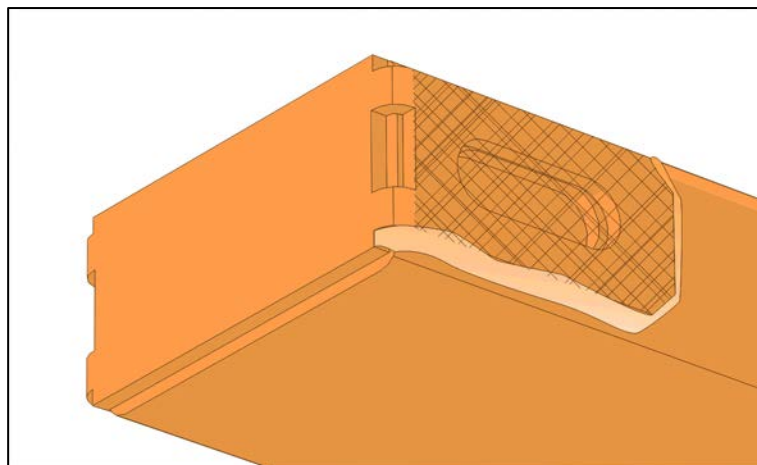

Figure 7: Cradle Tubing Mounting Surface
11. Si vous sentez une interférence de la soudure du tube l'insertion de la cale, il sera peut être nécessaire de la meuler légèrement avec un disque à tronçonner mince pour avoir une surface uniforme. (Figure 7)